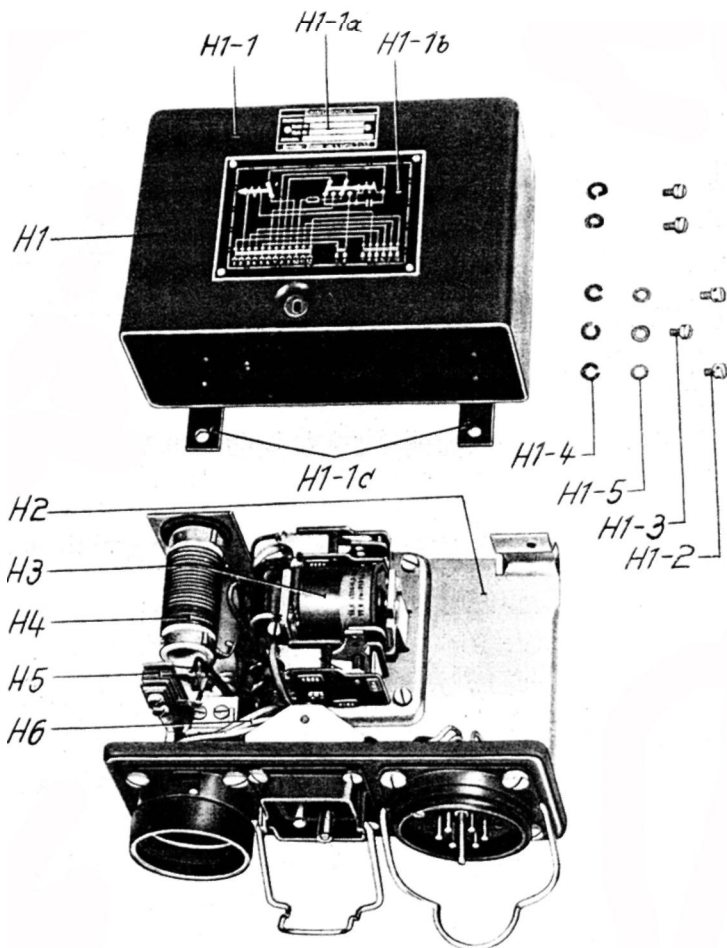

Abb. 101: EDSK-B, Gruppen und Teile des Gehäuses (H 1)
Der EDSK-B (Abb. 100) besteht aus folgenden Gruppen bzw. Hauptteilen (Abb. 101):
A. Gehäuse (H 1) (Abb. 101)